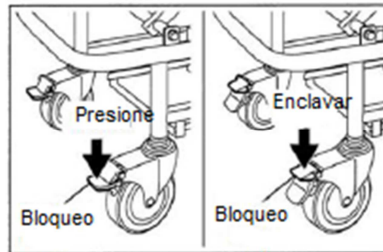

Figura 4.3
d. Cuando el freno de bloqueo esté en la posición más baja, como se muestra en la Figura 4.3, pise con fuerza el pedal de desbloqueo para desbloquear las ruedas.